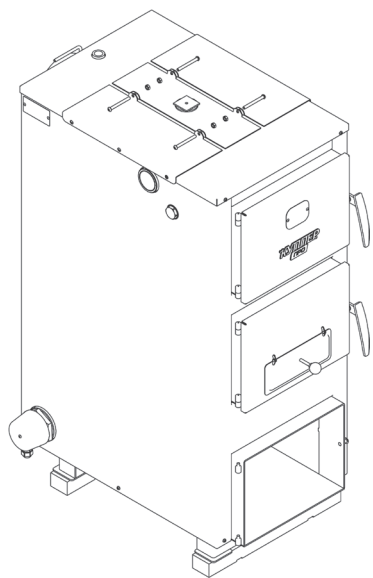

Рис. 25
2. Расположить боковые крепежные пластины (номера пластин) таким образом, чтобы саморезы крышки котла находились в отверстиях пластин. (Рис.25).